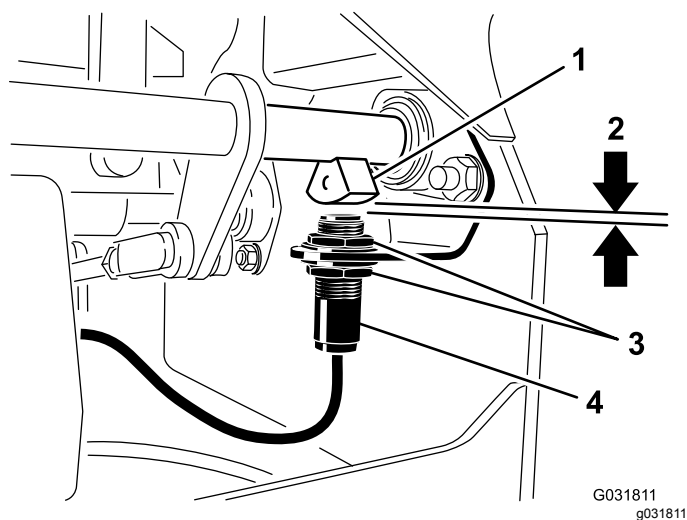

Рисунок 37
4. Переместите выключатель вверх или вниз по кронштейну так, чтобы расстояние между датчиком вала тормоза и штоком выключателя составляло 4 мм, как показано на Рисунок 37.